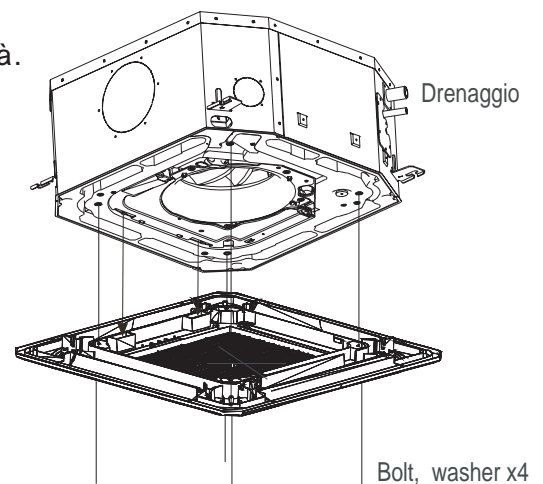

Fig.25
1. Allineare correttamente il motore di brandeggio sul pannello ai raccordi dei tubi del corpo dell'unità. (Fig. 25)
2. Agganciare le quattro corde fisse del corpo principale al coperchio di installazione e agli altri tre coperchi del motore di brandeggio. (Fig. 25)